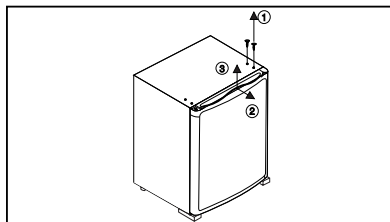

Figure 8.
11. Remplacement du panneau de porte décoratif (fig. 8 à 10)